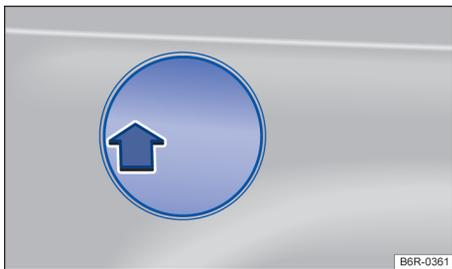

图 97 汽车右侧后部：打开燃油箱盖板
- 按压燃油箱盖板后端  $\Rightarrow$  图 97，打开燃油箱盖板。